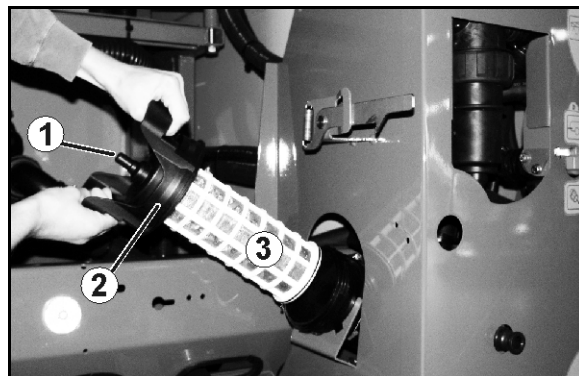

Fig. 136
Nettoyez le filtre d'aspiration (Fig. 136) quotidiennement après le nettoyage du pulvérisateur.
1. Desserrez le couvercle du filtre d'aspiration (Fig. 136/2).
2. Retirez le couvercle avec le filtre d'aspiration (Fig. 136/3) et nettoyez à l'eau.
6. Desserrez le couvercle de filtre d'aspiration (Fig. 136/2).
7. Actionnez la vanne de décharge sur le filtre d'aspiration (Fig. 136/1).
8. Déposez le couvercle avec le filtre (Fig. 136/3) et nettoyez à l'eau.